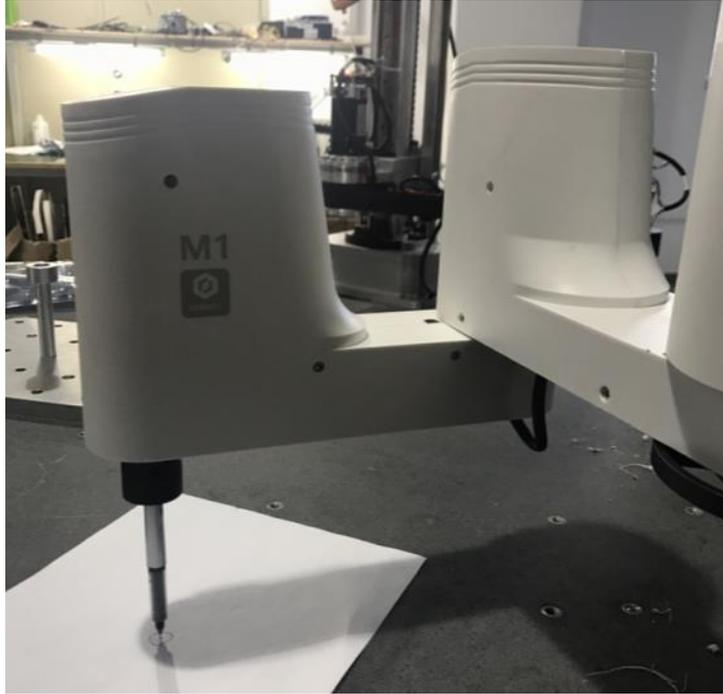

图 7.19 右手方向标定
- 步骤 5** 手动移动机械臂,将机械臂以右手方向移动并触碰到A4纸上的参考点,如图 7.19所示。